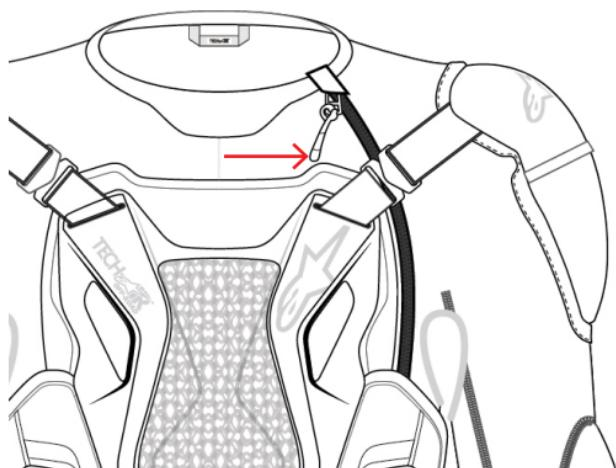

Figure 8 : Mise en marche du système par la fermeture du Zip d'activation (1)
Pour utiliser le système Tech-Air® Off-Road, l'utilisateur doit simplement mettre porter le système et fermer le zip d'activation (1) de bas en haut (Figure 8).